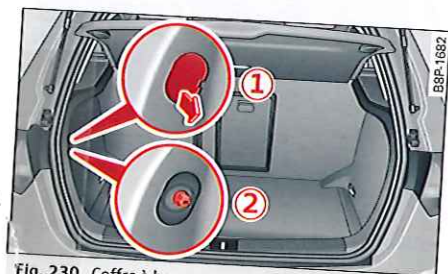

Fig. 230 Coffre à bagages : position de la vis de fixation de feu arrière
- Enlevez le cache au niveau de l'évidement à l'aide du tournevis ① ⇒ fig. 230. Desserrez la vis ② qui se trouve derrière à l'aide de la clé à douille.